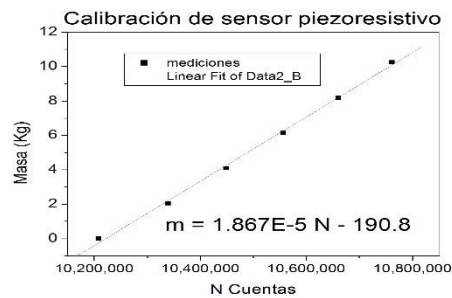

figura 3
Una masa (M) grande proporcionará una presión grande y esto un número entero (N) grande, una masa pequeña, proporcionará una presión pequeña y así, un número entero mas pequeño. Este comportamiento es lineal $M = a + bN$, entre el número entero y la masa que provoca la presión. El sensor se tiene que calibrar con al menos una masa para encontrar a y b, como se aprecia en la figura 3.